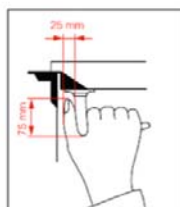

Bild 5: Richtige Anordnung eines Druckers mit genügendem Platz für den Daumen.
- für die Finger mind. 25 mm (Bild 5)
Eine Toranlage gehört unter den Einflussbereich der EN 60204 und in dieser wird für Maschinen eine Risikobewertung verlangt. Sie installieren die Anschlüsse der verschiedenen Endschalter und Motoren. Die SPS wird womöglich auch durch sie programmiert. In diesem Fall übernehmen sie auch die Verantwortung für die nichtelektrischen Gefahren dieses Tores. Es gilt in diesem Fall vor allem zu beachten, dass niemand durch das Laufen des Tores eingeklemmt werden kann. Hilfreich dazu sind die Checklisten der Suva für Türen und Tore. *Abbildung 5* zeigt einen Ausschnitt daraus. Durch seriöses Durchgehen der Fragen am Objekt, werden Gefahrenpotenziale ermittelt und Massnahmen können ergriffen werden. (pn)